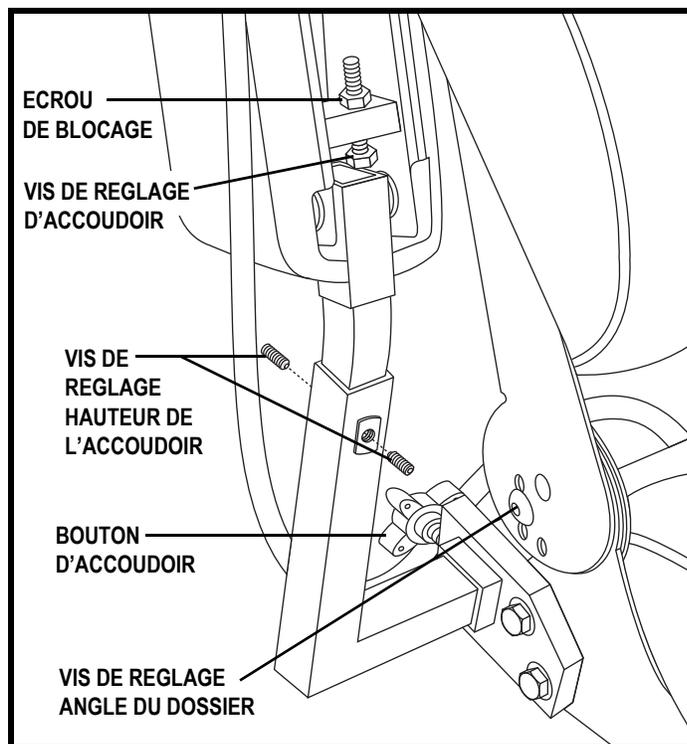

Figure 17. Réglages accoudoirs et dossier
1. Retirez la vis de réglage de l'inclinaison du dossier de chaque charnière. **Voir la figure 17.**
1. Repérez les deux boutons de réglage sur le support des accoudoirs. **Voir la figure 17.**
1. Desserrez les vis de blocage sur les dos de chaque support d'accoudoir. **Voir la figure 17.**
1. Relevez l'accoudoir perpendiculaire au plancher. **Voir la figure 17.**